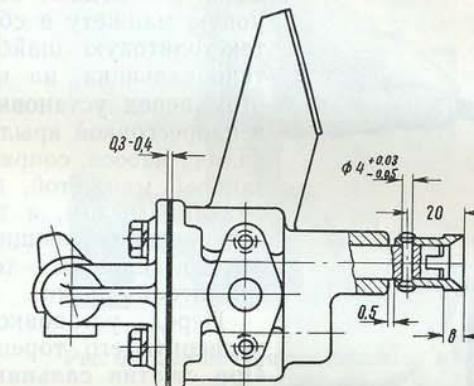

Рис. 60. Крепление втулки на валике мас-
1. Напрессовать втулку на ведущий валик, выдержав размер между торцем ведущего валика и торцом втулки 8 мм (рис. 60). При этом зазор между корпусом насоса и другим торцем втулки должен быть не менее 0,5 мм.
2. Высверлить во втулке и ведущем валике отверстие диаметром $4_{-0,05}^{+0,03}$ мм, выдерживая размер $20 \pm 0,25$ мм (рис. 60).